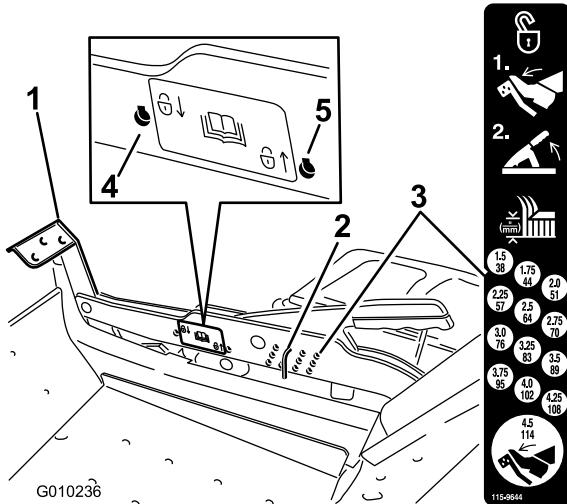

Figura 25
1. Premete il pedale di sollevamento del piatto di taglio e sollevate il piatto in posizione di trasporto (ovvero nella posizione dell'altezza di taglio di 114 mm) (Figura 25).
2. Per regolare, spostate il perno dalla staffa dell'altezza di taglio (Figura 25).
- Nel sistema di selezione dell'altezza di taglio scegliete un foro corrispondente all'altezza desiderata ed inserite il perno (Figura 25).
- Col piede premete il pedale di sollevamento del piatto di taglio e sollevate il piatto in posizione di trasporto (ovvero nella posizione dell'altezza di taglio di 114 mm) (Figura 25).
- Togliete il perno dalla staffa dell'altezza di taglio (Figura 25).
- Scegliete un foro sull'adesivo indicante le posizioni di blocco e inseritevi il perno (Figura 25).